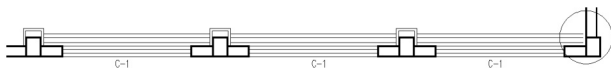

图 4.36 绘制装饰台度 2
(2) 执行【偏移】命令,将刚才绘制的台度线向上偏移 100mm 和 75mm。
(3) 执行【复制】命令,复制出 3、4 轴线和 4、5 轴线之间的台度,结果如图 4.36 所示。
(4) 用【延伸】命令将图 4.36 所示圆圈内的 3 条台度线的右端延伸至墙上。